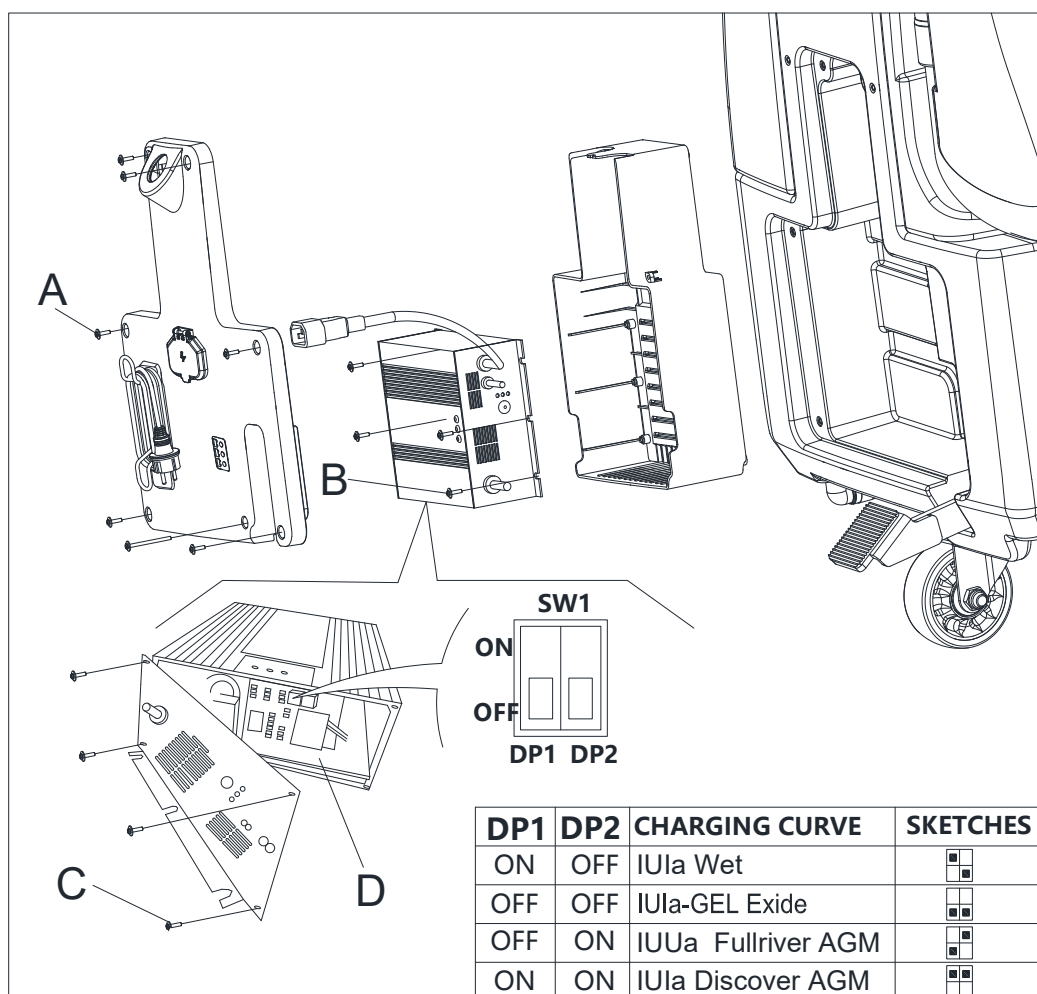

Figure 4.1
11. Retirez les vis (A, B, C, Figure 4.1).
12. Ouvrez le chargeur et trouvez le sw1 (D, Figure 4.1).
13. Définissez les commutateurs comme dans le tableau de la Figure 4.1.
14. Installez les vis (A, B, C, Figure 4.1) une fois le réglage terminé.